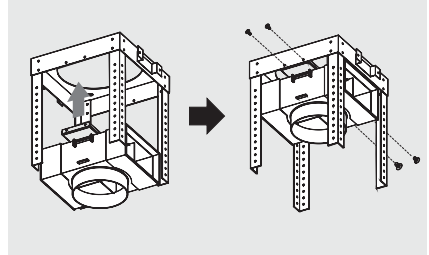

Figura 10.
c. Asegure el deflector al soporte de fijación de la campana instalado previamente en el techo, usando 4 tornillos M4X6, como se muestra en la Figura 10.